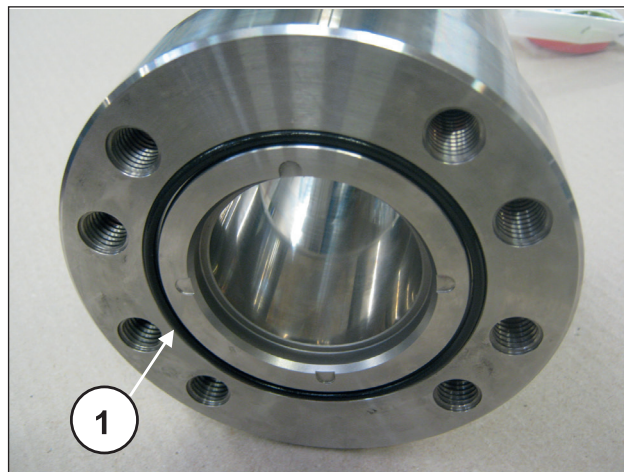
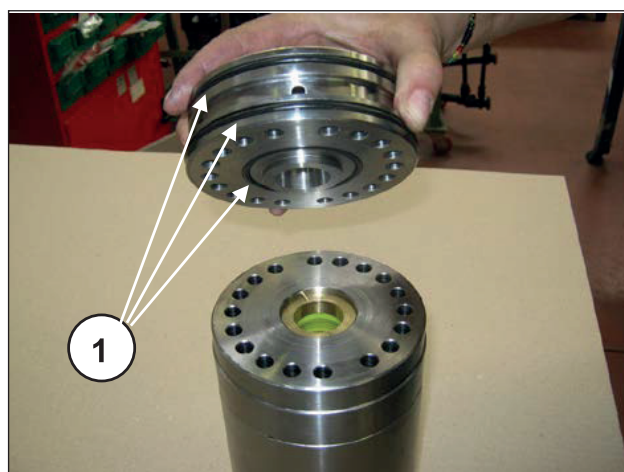

Fig. 179
Fig. 180
Durante la inspección de las válvulas, es necesario sustituir los anillos de retén y las juntas tóricas de estanqueidad frontal entre la camisa y la cabeza (pos. ①, Fig. 179), y del soporte de la junta L.P. frontalmente en la zona del orificio de recirculación (pos. ①, Fig. 180). Antes de volver a montar los componentes, limpiar y secar tanto los componentes como los alojamientos internos de la cabeza.